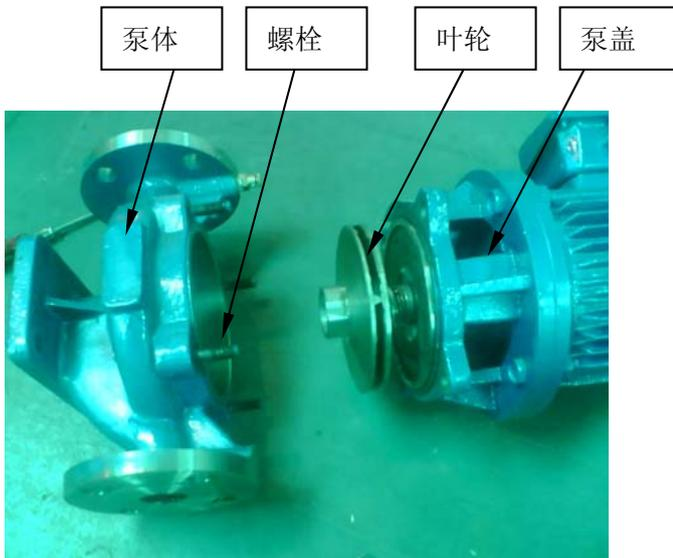

图 1
- a) 将联接泵体的螺栓卸掉（泵体与泵盖分离，图 1），重新安装时要使每只螺栓均匀受力。